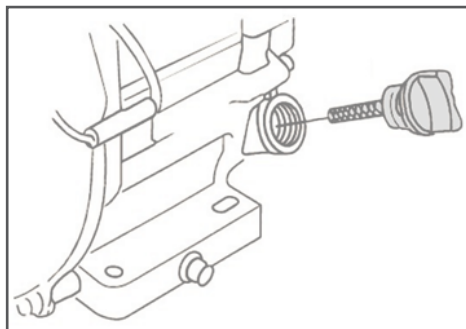

Рис. 8 Крышка-щуп маслосазливной горловины
2. Открутите крышку-щуп маслосазливной горловины и извлеките щуп (Рис. 8).
- Открутите крышку-щуп масляной горловины и извлеките щуп (Рис. 8).